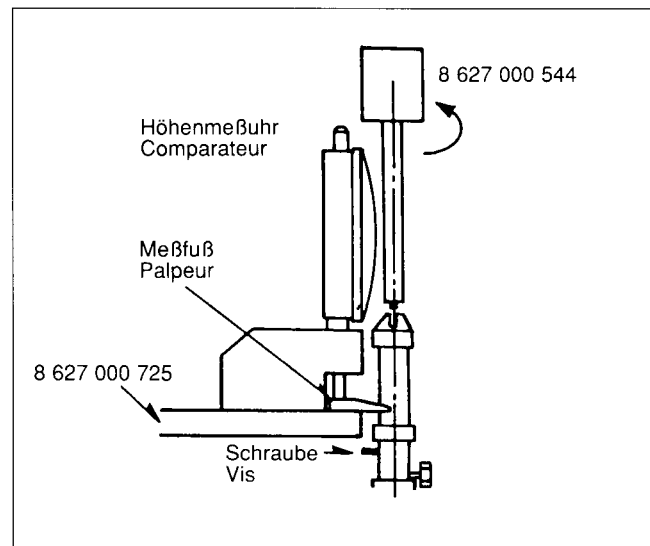

Fig. 41
3. Die Schrauben der Bandführungen P2 und P3 lösen und die Bandführungen nach unten verstellen. Fig. 41
3. Faire descendre les guides P2 et P3 à l'aide du tournevis spécial, de sorte que leur position soit celle indiquée Fig. 41. Le rebord inférieur des guides doit être plus bas que le gabarit.